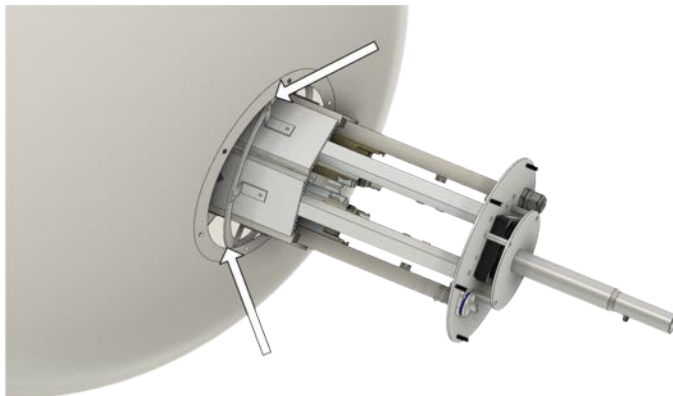

Abb. 8
5. Usate la stessa procedura per sbucciare il coperchio sopra gli anelli di protezione dei LED e la piastra di copertura (fig. 8).